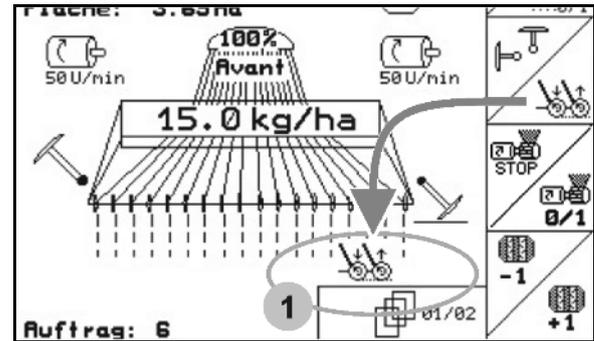

図 31
- 油圧事前選択機能 (図 31/1) は作業メニューに表示されます。